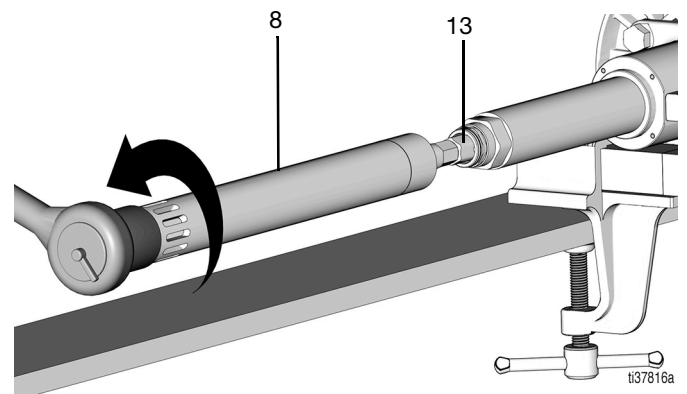

Рис. 8
10. Используя торцевой ключ на 1-15/16-дюйма, ослабьте впускной цилиндр насоса (8) и обеспечьте доступ к шестиграннику соединительного штока (13) (Рис. 8).